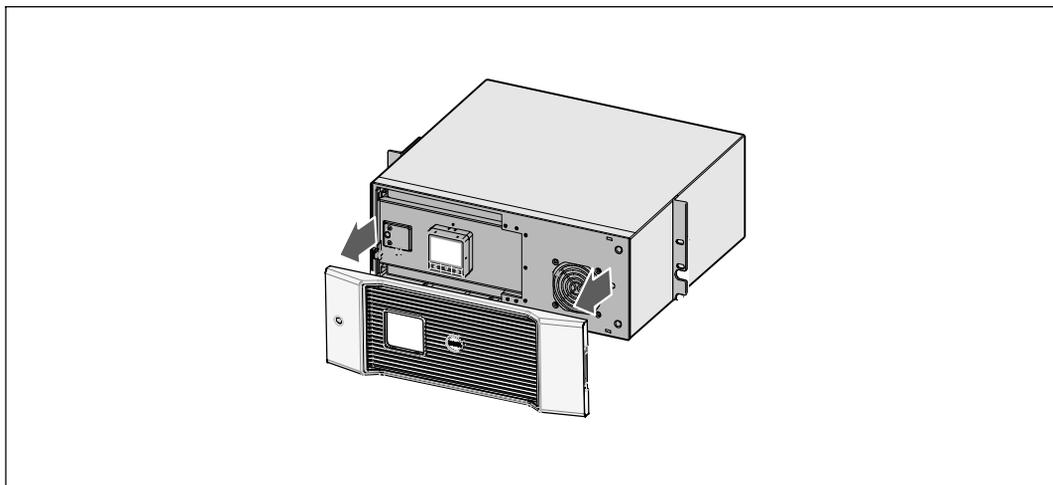

図 23. UPSのフロントカバーの取り外し方法
- 3 UPSのフロントカバーを取り外します（図 23を参照）。